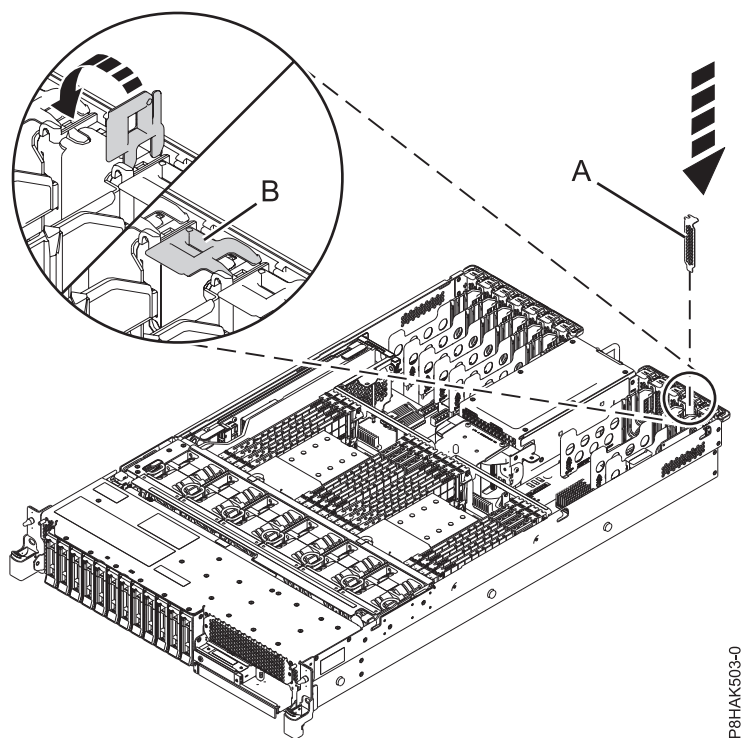

図 27. 5148-21L、5148-22L、 8247-21L、8247-22L、8284-21A、または 8284-22A システムの PCIe アダプター・スロットへのフィラーの取り付け
- a. フィラー・テール・ストックを注意して持ち、フィラーをシステム・バックプレーンにあるスロットとそのコネクタに位置合わせします (50 ページの図 27を参照)。